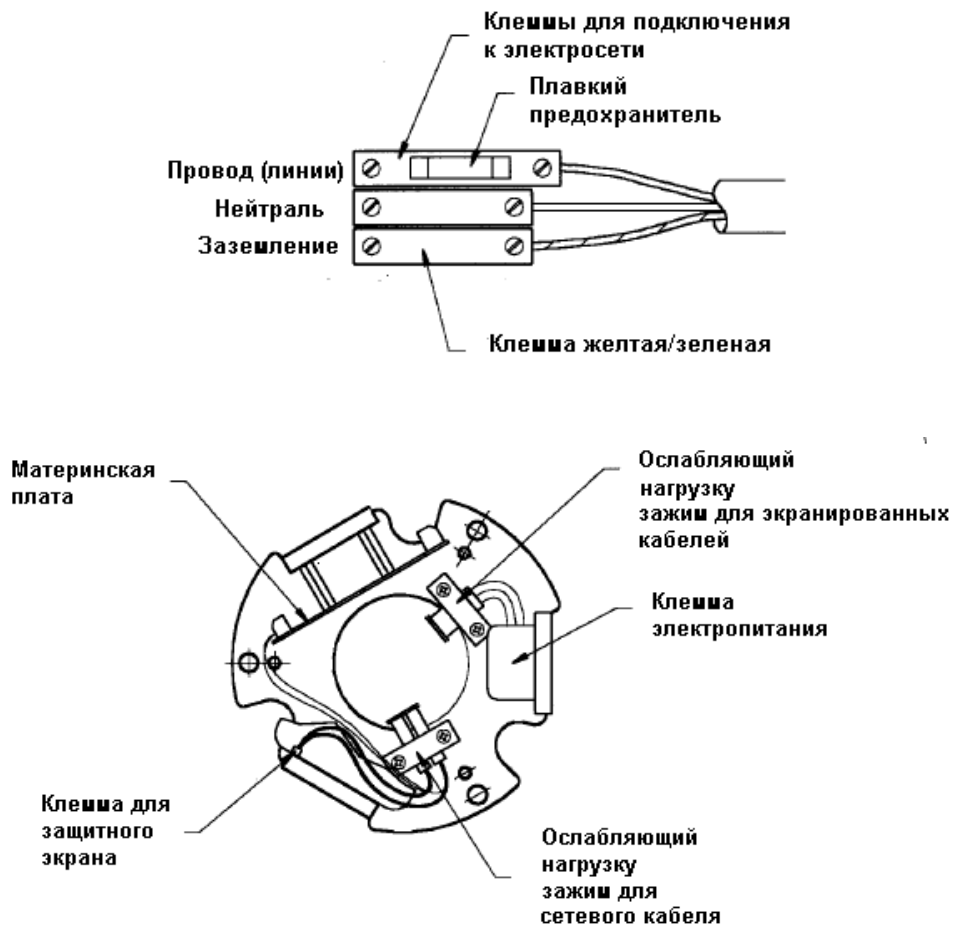

Рис. 5.4 Схема электрического подключения
9. Перед монтажом облицовки подключите контрольные кабели к сети, как показано на рис. 5.4 и 5.5.
Экранированные кабели следует прокладывать также таким образом, чтобы оболочка была закреплена зажимом. Необходимо зачистить требуемой длины отрезок кабеля. Скрутите защитный экран и подсоедините кабель к клеммам входа-выхода, как показано на рис. 5.4. Подсоедините провода кабеля к нужным клеммам основной платы (Main Board).